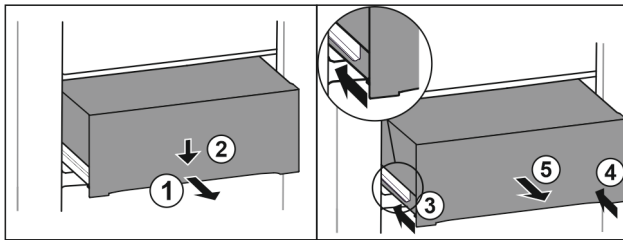

Fig. 77
- ▶ Estrarre il cassetto a metà. Fig. 77 (1)
- ▶ Premere il cassetto sul lato anteriore verso il basso. Fig. 77 (2)
- ▶ Spingere la guida sinistra di circa 2 cm verso l'interno. Fig. 77 (3)
- ▶ Spingere la guida destra di circa 2 cm verso l'interno. Fig. 77 (4)
- ▶ Rimuovere il cassetto tirandolo in avanti. Fig. 77 (5)